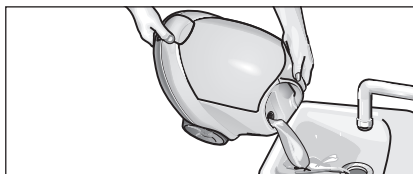

Fig.13: Skylning af kedel
- Fyld kedlen med vand og ryst den kraftigt (derved løsnes kalkrester, der er aflejret i bunden af kedlen). Hæld vandet ud ved at tippe aggregatet mod hjørnet med påfyldningstragten (se fig. 13).
- Hæld resten af vandet helt ud af kedlen (se fig. 13).